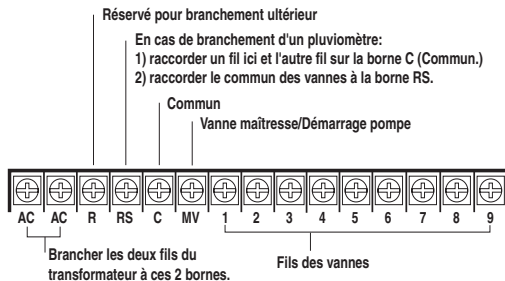

Fig.1
5. Relier le fil commun des vannes à la borne C (Commun) et les fils de commande individuels aux bornes de la station correspondante (**Voir Figure 1**).